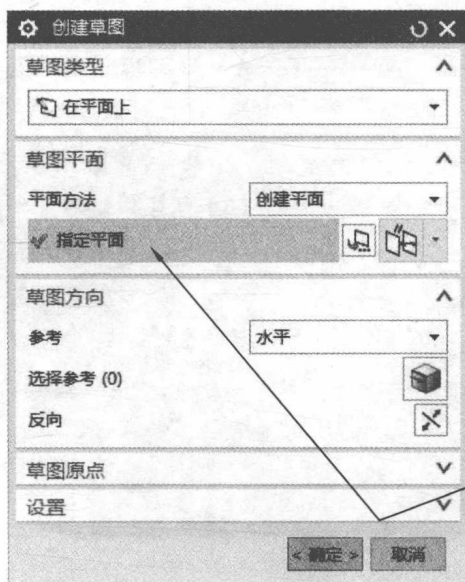
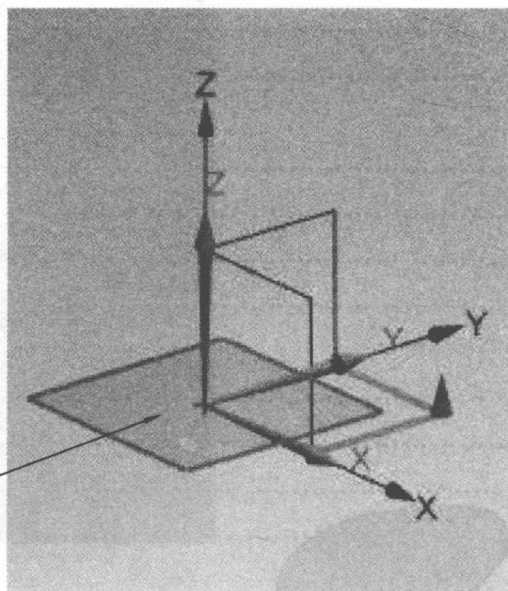

图 1-2 【创建草图】对话框
图 1-3 指定草图平面
(1) 双击打开 UG NX 10.0 , 点击 , 名称输入【caotu1】, 修改存储路径, 点击【确定】按钮。
(2) 点击 , 弹出图 1-2 所示的【创建草图】对话框, 点击【指定平面】, 指定图 1-3 所示的 X-Y 平面, 点击【确定】按钮。